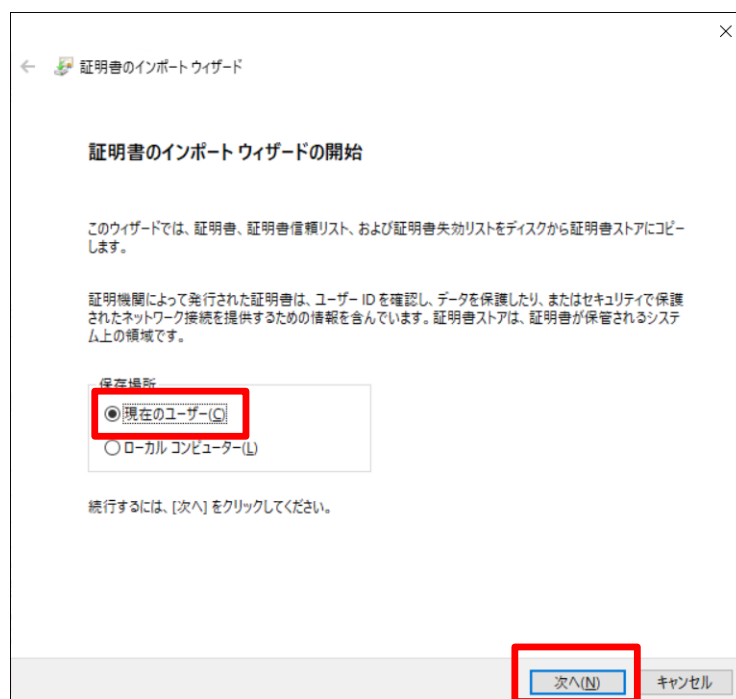

図2.12 証明書のインポートウィザード(開始)
2. 接続の切断が完了すると、図 2-12のような画面になります。必要に応じて、サーバへの再接続またはGUI画面の終了（ウィンドウを閉じる）を行います。